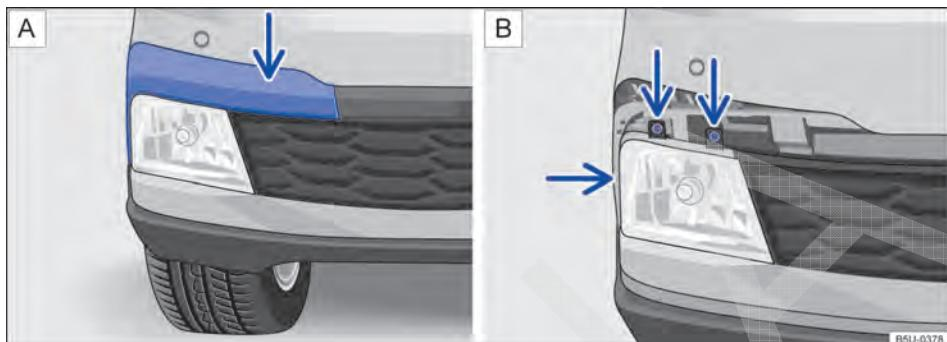
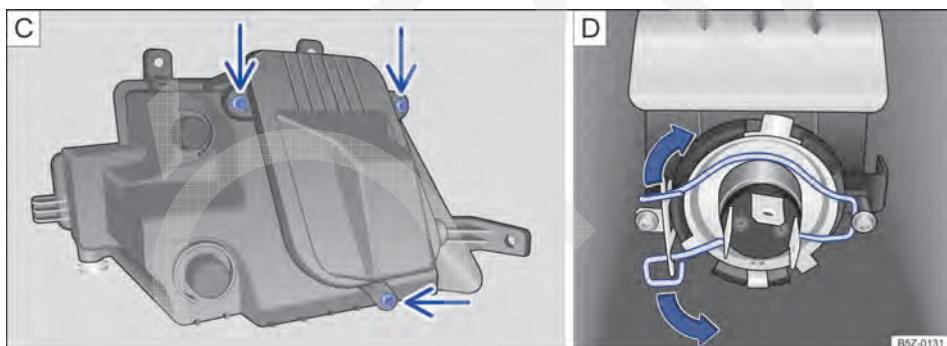

Fig. 204 No para-choque dianteiro: **A** desinstalar a moldura do farol de neblina e **B** retirar os parafusos do farol de neblina.
Fig. 205 No para-choque dianteiro: **C** retirar os parafusos da cobertura da lâmpada e **D** lâmpada do farol de neblina.
2. Desencaixar a moldura, cuidadosamente → ①, primeiramente pelo local indicado pela seta → Fig. 204 **A**. Remover completamente para acessar os parafusos do farol de neblina.
3. Remover os parafusos de fixação indicados pelas setas → Fig. 204 **B**.
4. Puxar cuidadosamente o farol de neblina para fora, para desencaixá-lo do para-choque → ①.
6. Retirar os parafusos indicados pelas setas → Fig. 205 **C**, para acessar a lâmpada do farol de neblina.
8. Comprimir a mola de travamento no sentido da seta → Fig. 205 □ e deslocá-la para destravar a lâmpada.
14. Recolocar cuidadosamente o farol de neblina no alojamento do para-choque → ①.